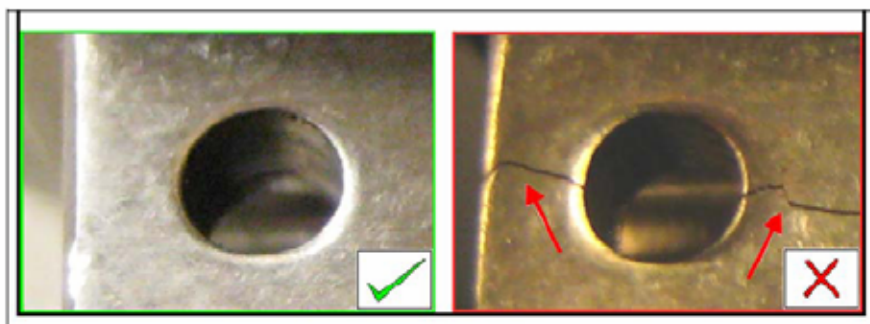

Figure 2 : Gauche : Composant **acceptable** sans fissure. Droite : élément **non acceptable** comportant des fissures.
- Figure 2 (gauche) qui représente un composant acceptable.
- Figure 2 (droite) qui illustre un composant non conforme.